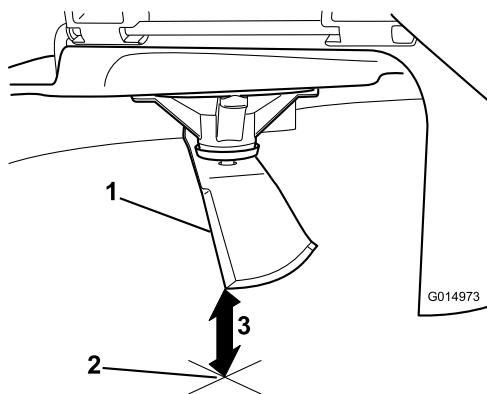

Рисунок 61
3. Измерьте расстояние от конца ножа до плоской поверхности (Рисунок 61).